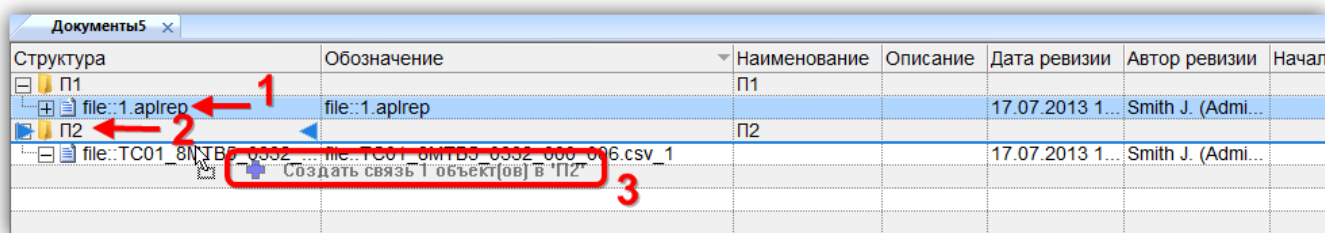

Рис. 8-13 – Создание связи документа с новой папкой
- 3) Переместить с помощью мыши выделенные документы в нужную папку (при этом появится подсказка вида «+ Создать связь X объект(ов) в ...»). Отпустить кнопку мыши (рис. 8-13).